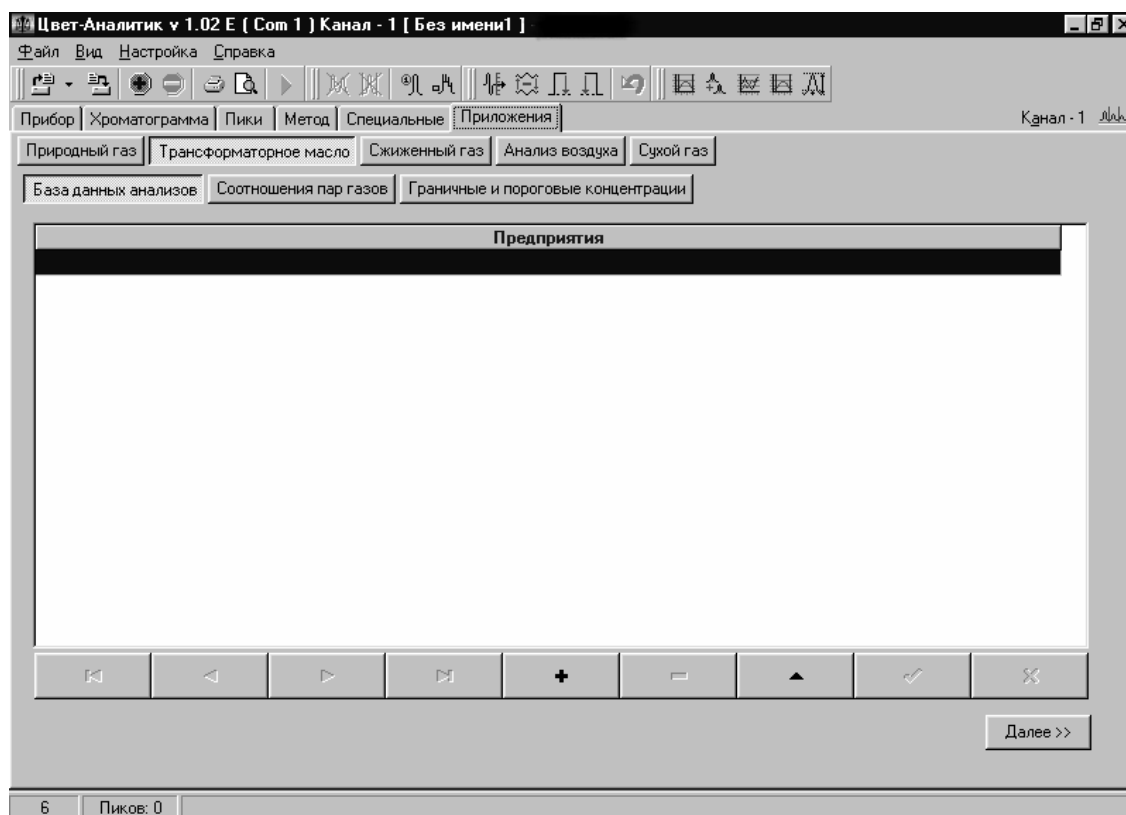

Рис. 1. Приложение/ База данных анализов.
Для работы с приложением необходимо перейти на закладку *Приложение/Трансформаторное масло*. Приложение имеет три закладки: *База данных анализов*, *Соотношения пар газов* и *Граничные и пороговые концентрации*. Внешний вид приложения показан на Рис. 1, 2 и 3.
На закладке *База данных анализов* (Рис. 1) находятся данные о трансформаторах (местоположение, паспорт) и результаты проведенных анализов. Подробнее о данной закладке будет описано в пункте Работа с приложением.
2. Выбрать нужное предприятие и нажать кнопку *Далее >>* (Рис. 1).